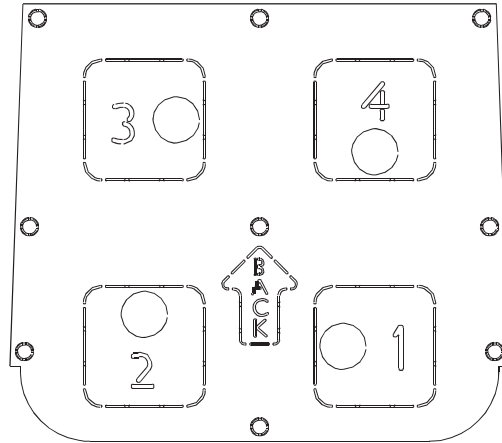

Figure 2-5 4 Flacons, embase de positionnement 20L : Placement du goulot
1. Placez les 4 flacons dans l'embase de positionnement avec les goulots positionnés au-dessus des emplacements dans la base (voir la Figure 2-5).